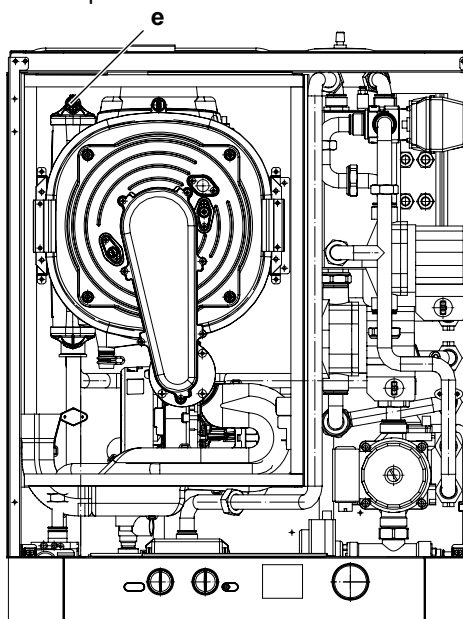

Figura 6.4 Sfiato scambiatore
- 9 Prima di allentare il raccordo di sfiato scambiatore primario condensante **e** in **Figura 6.4**, collegare un tubicino di
- 11 Riempire l'impianto di riscaldamento vedi sez. Riempimento del circuito riscaldamento, richiudere lo sfiato dello scambiatore primario condensante e in **Figura 6.4** quando da questo inizia ad uscire acqua, togliere il tubicino di scarico.